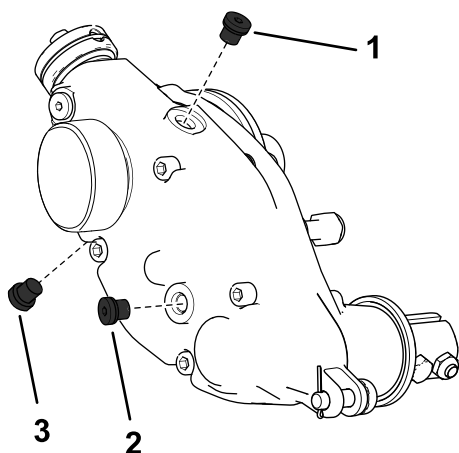

图27
2. 取出壳体底部的排油塞（图27）。
3. 取出壳体一侧的加油塞，并松开顶部的排气塞，以使空气通过（图27）。